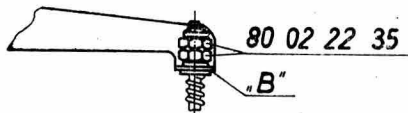

рис. 9
- Юстировка эластичной строчки проводится на юстировочном пункте «В» (рис. 9).